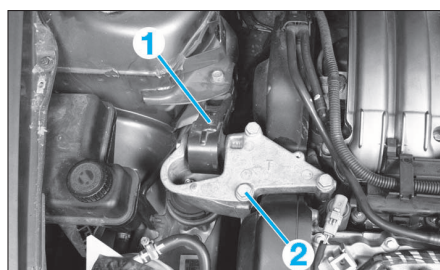

FIG. 30
- la bielle anticouple supérieure (1) (Fig.30).